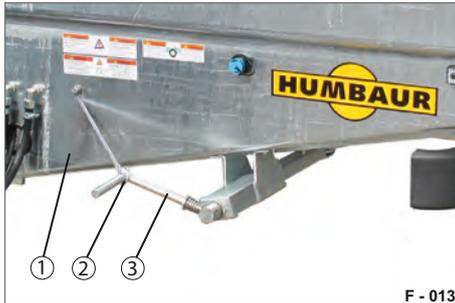
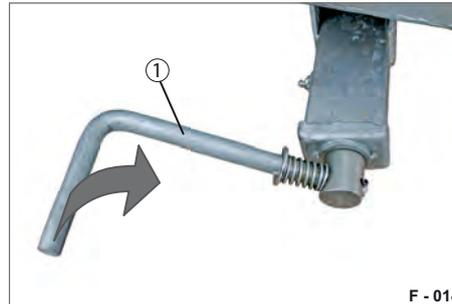

Abb. 15 Spindel-Feststellbremse in Fahrstellung gesichert
Abb. 16 Spindel-Feststellbremse anziehen
- ▶ Haken (Abb. 15/2) von der Kurbel (Abb. 16/1) lösen.
- ▶ Kurbel (Abb. 16/1) im Uhrzeigersinn drehen, bis die Bremse angezogen ist. Anhänger ist gebremst.